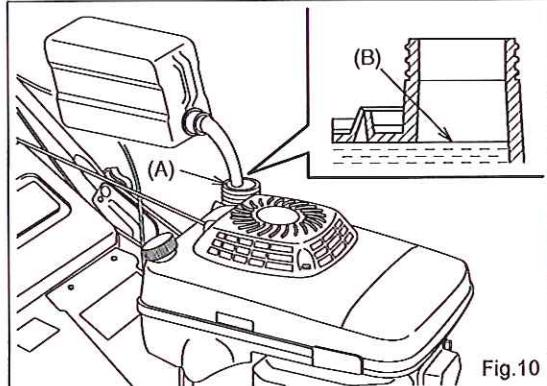

Fig.10
(1) 燃料タンクキャップ(黒色)を給油口(A)から取り外し、燃料をゆっくりと燃料タンクに注ぎ込んで下さい。(Fig.10)
(2) 燃料が給油口の給油限界面(B)に達したら給油を止めて下さい。(Fig.10)
(3) 燃料タンクキャップを確実に締め付けて下さい。